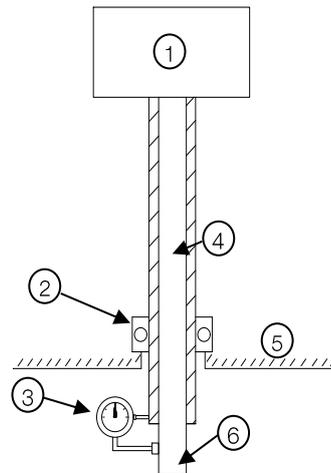

Figura 4.12: Alinhamento de motor com eixo oco
1. Fixar o relógio indicador através de sua base magnética no eixo da bomba e alinhar com a superfície base (eixo do motor), ajustando o relógio indicador em zero (Figura 4.12);
Legenda da Figura 4.12: